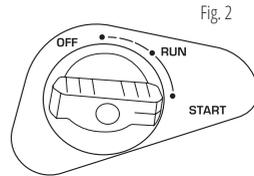

Fig. 2
4. Coloque la palanca de la válvula de aire en la posición "START" (fig. 2).